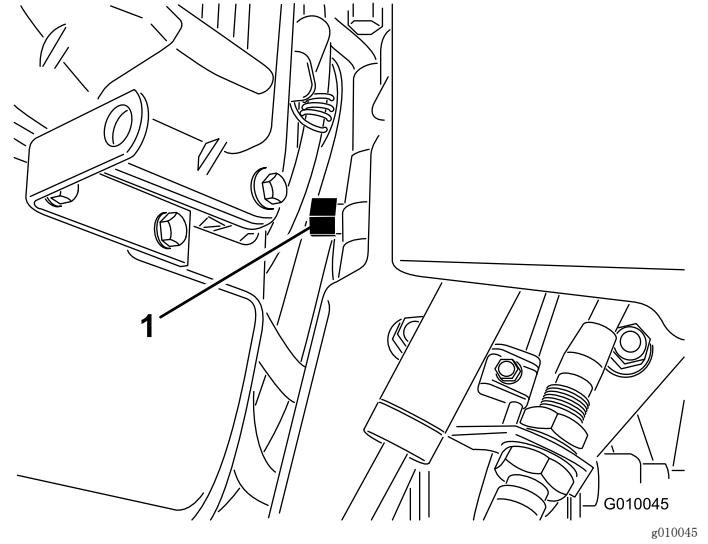

图 29
2. 找到发动机与静液压泵之间的旁通阀（图 29）。
3. 使用 16mm 扳手，将旁通阀逆时针旋转 1 圈。这样可以让液压油从泵旁通过，令车轮可以转动（图 29）。
5. 要再次操作机器，请将旁通阀顺时针旋转 1 圈（图 29）。